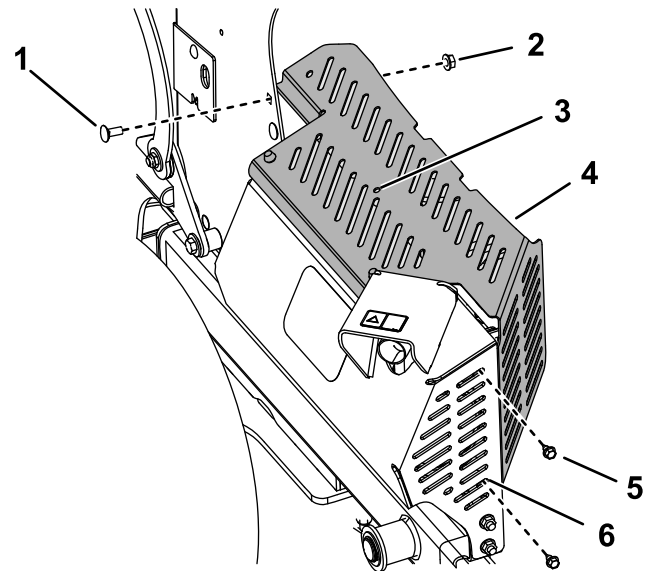

Figura 7
4. Instale **provisionalmente** el protector térmico sobre el protector del silenciador, con las pestañas dentro del protector del silenciador y de la torre de la consola, usando los 2 pernos autorroscantes ($\frac{1}{4}$ " x $\frac{1}{2}$ "), y el perno de cuello cuadrado y la tuerca que retiró anteriormente (Figura 7).
5. Usando el taladro central del protector térmico como guía, perforo un taladro ($7/32$ ") en el protector del silenciador (Figura 7).